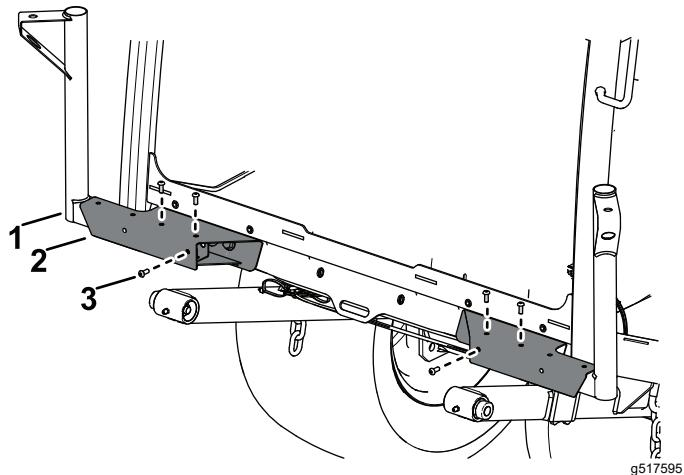

Figura 15
- Prenda a montagem da luz esquerda e montagem da luz direita às bases das luzes utilizando três parafusos de cabeça de tremoço ($\frac{1}{4} \times \frac{5}{8}$ pol.) através das porcas de velocidade em cada lado (Figura 15).